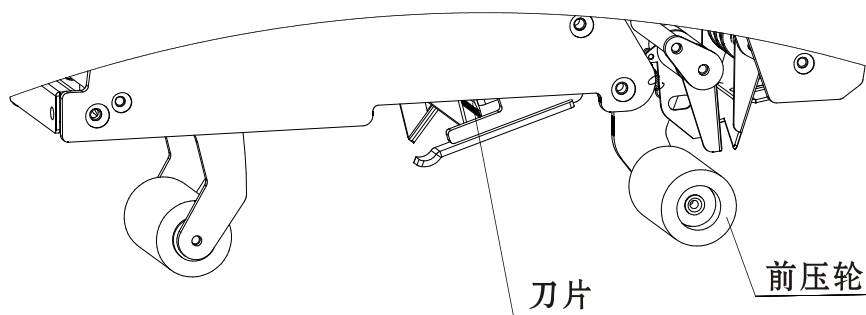

图5-2
刀片太低，易导致胶带切不断（见图5-2）
3、胶带压不过去（箱子没压牢）：胶带纸质量不好或前压轮（见图5-2）